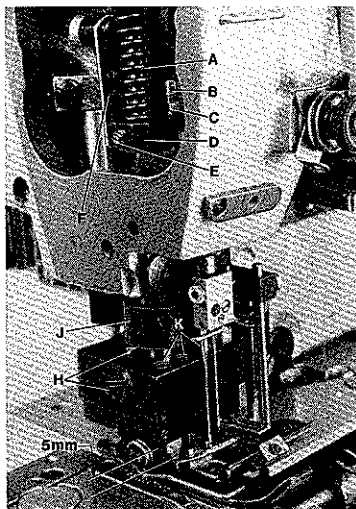
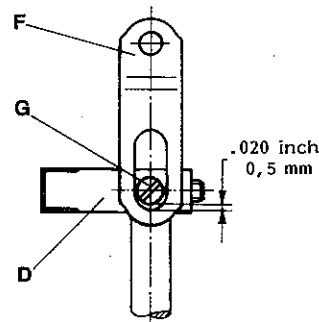

Fig.46
Fig.46A
For easy adjustment remove presser spring regulator on top of machine arm and presser spring (A, Fig.46). Adjust long stop screw (B) in presser bar guide (D) against bed casting to ensure a clearance of 0,5 mm (.020 in.) (see Fig.46A) between slot end of link (F, Figs.46 and 46A) and shank screw (G, Fig.46A) in presser bar guide (D, Figs.46 and 46A). Tighten lock nut (C, Fig.46) on stop screw.
Mount the presser foot, align it with the needles and tighten screws (H, Fig.46). Rotate pulley until the feed dogs are in down position below the throat plate. Loosen screw (E, Fig.46) in presser bar guide (D) and press the presser foot down against throat plate until there is a distance of 5 mm (13/64 in.) between the front cover of presser foot and the upmost point of presser foot yielding section (see Fig.46). Retighten screw (E) being sure stop screw (B) in presser bar guide rests on the bed casting. Remount presser spring (A) and presser spring regulator.
Set the collar (J, Fig.46) for the presser foot height as required, the presser foot bottom should not contact the spreader when the presser foot is lifted.
The pressure exerted by the presser spring (A, Fig.46) on the presser bar guide (D) should be higher than the pressure exerted by the three springs for presser foot bottom and the two yielding sections. The presser bar should not move vertically when sewing. Screw-in presser spring regulator on top of machine arm as required.
The spring pressure exerted on the presser foot bottom and the left and right yielding section can be adjusted individually by turning screws (K, Fig.46). Turning clockwise reduces the pressure, turning counterclockwise increases the pressure.
Entfernen Sie zur besseren Einstellung die Drückerfuß-Stellschraube oben am Maschinenarm und die Drückerfeder (A, Fig.46).
Stellen Sie die lange Anschlagsschraube (B) in der Drückerfußstangenführung (D) so gegen den Gehäusefuß, daß zwischen dem Schlitzende des Gelenks (F, Fig.46 und 46A) und der Zapfenschraube (G, Fig.46A) in der Drückerfußstangenführung (D, Fig.46 und 46A) ein Abstand von 0,5 mm ist (siehe Fig.46A). Ziehen Sie die Feststummutter (C, Fig.46) auf der Anschlagsschraube an.
Setzen Sie den Drückerfuß ein, richten Sie ihn zu den Nadeln aus und ziehen Sie die Schrauben (H, Fig.46) an. Drehen Sie am Handrad bis die Transporteure unter der Stichplatte stehen. Lösen Sie die Schraube (E, Fig.46) in der Drückerfußstangenführung (D) und drücken Sie den Drückerfuß so gegen die Stichplatte, daß zwischen dem vorderen Deckel des Drückerfußes und dem höchsten Punkt des Drückerfußseitenteils ein Abstand von 5 mm ist (siehe Fig.46). Ziehen Sie die Schraube (E) wieder an, beachten Sie dabei, daß die Anschlagsschraube (B) in der Drückerfußstangenführung am Gehäusefuß anliegt. Montieren Sie Drückerfeder (A) und Drückerfuß-Regulierschraube wieder.
Stellen Sie den Stellring (J, Fig.46) für die Drückerfußhöhe so, daß die Drückerfußsohle den Leger nicht berührt, wenn der Drückerfuß angehoben ist.
Der Druck der von der Drückerfeder (A, Fig.46) auf die Drückerfußstangenführung (D) ausgeübt wird, muß stärker sein als der Druck der drei Federn der Drückerfußsohle und der beiden Seitenteile, so daß beim Nähen die Drückerfußstange sich vertikal nicht bewegt. Drehen Sie die Drückerfuß-Regulierschraube oben am Gehäusearm entsprechend weit ein.
Der Federdruck auf die Drückerfußsohle und das linke und rechte Drückerfuß-Seitenteil kann durch Drehen der Schrauben (K, Fig.46) individuell eingestellt werden. Drehen im Uhrzeigersinn vermindert den Druck, drehen im Gegenuhrzeigersinn verstärkt den Druck.